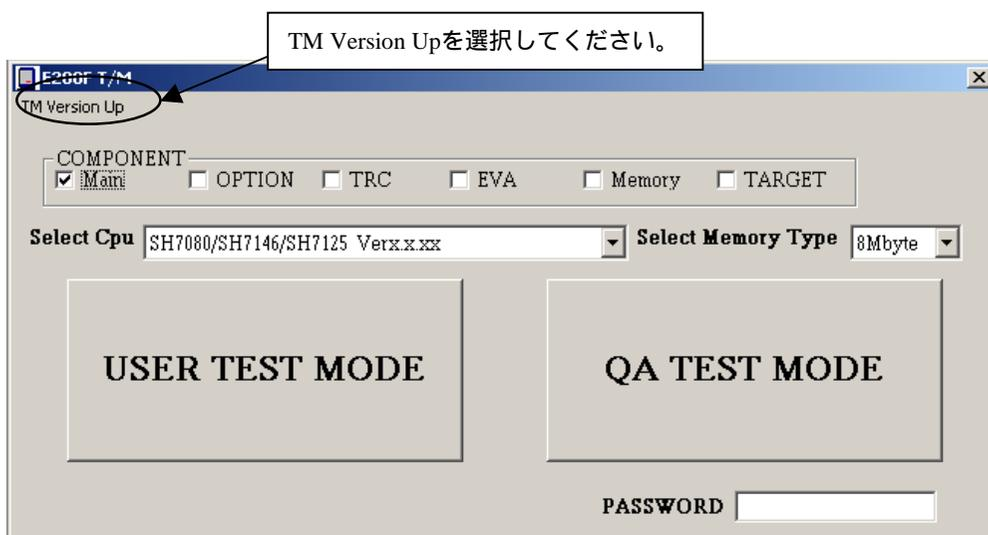

図 3.11 E200F 診断プログラムのスタート画面
- (1) ホストコンピュータとE200Fエミュレータを接続してください。
- (2) E200Fエミュレータの電源をONしてください。
- (3) [スタート]メニューの[プログラム]から[E200F TM]->[E200F TM]を選択してください。
- (4) E200F診断プログラムが起動します。図3.11に示すスタート画面になります。
- (5) [TM Version Up]を選択しクリックしてください。
- (9) [CLOSE]を選択しクリックしてください。
- (10) 図3.11 E200F診断プログラムのスタート画面になります。
- (11) 「3.4.2章 診断プログラムを実行する」に記載の手順で診断プログラムを実行してください。